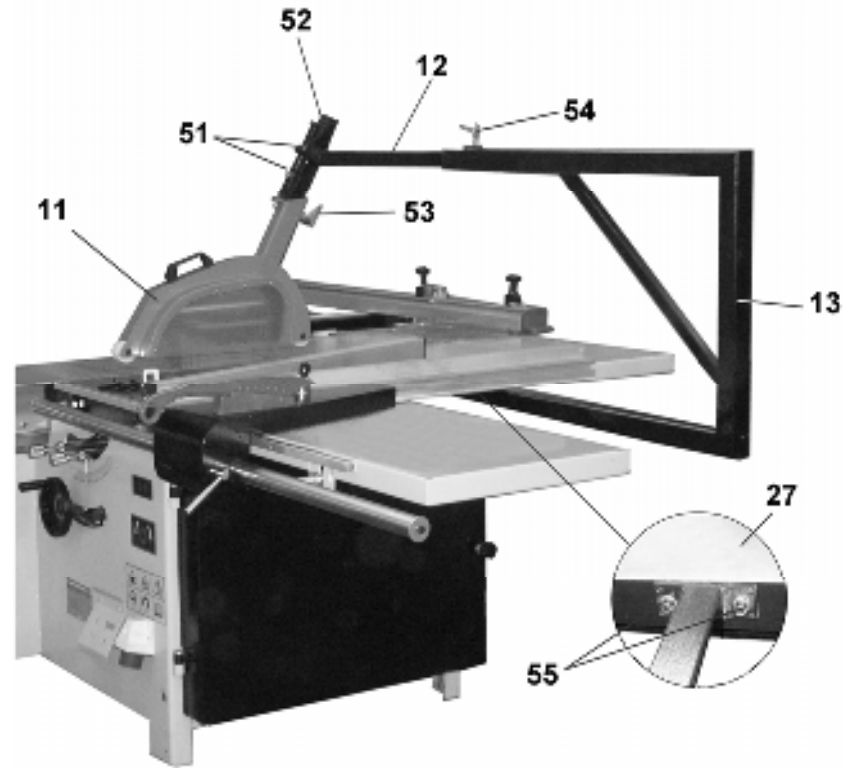

Рис.13
**8.5. Установка защитного кожуха пильного диска, Рис. 13, 14**
8.5.1. Как показано на Рис.13, установите и болтами (55) закрепите на торце рабочего стола (27) кронштейн (13) защитного кожуха (11).